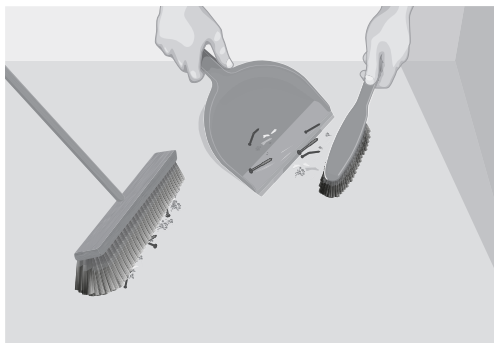

Fig.3. Clean room
2. Klargør installationsstedet (fig.3)